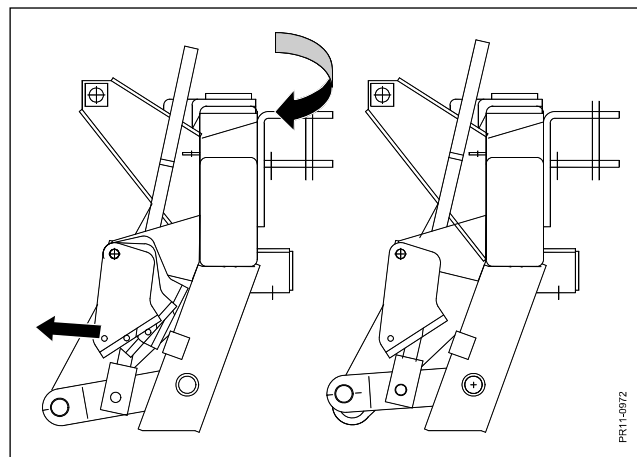

Fig. 3-2
- Fig. 3-2 Antes de oscilar la máquina de posición de trabajo y hacia atrás hay que activar el cierre de estacionamiento (si este está montado) mediante el cordón.
- Fig. 3-2